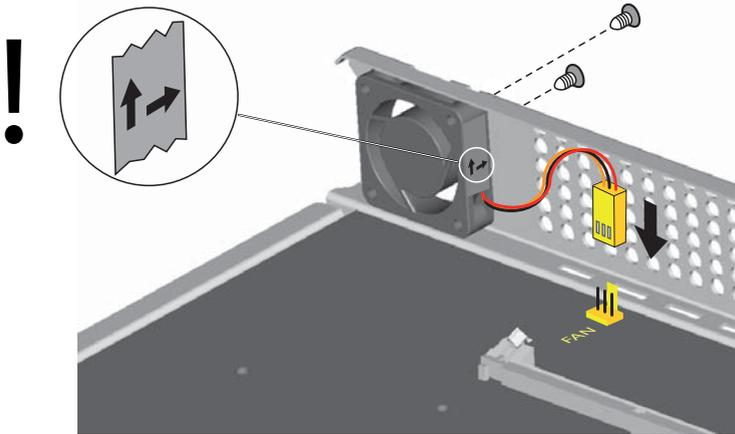

Fig. 17 Installazione del ventilatore nel sistema Mitel 430
3. Installare il ventilatore con le 2 viti nella parte interna dell'alloggiamento. Osservare le frecce sul ventilatore. Esse indicano il senso di rotazione e il flusso d'aria. Il flusso d'aria deve fuoriuscire dall'alloggiamento del server di comunicazione (vedere Fig. 17).